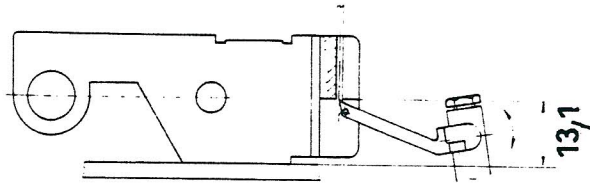

Abb. 7
- Durch Drehen am Handrad die Obergreiferspitze auf die Nadelachse der rechten Nadel und durch Drehen des Obergreifers in der Klemmstelle die Spitze an die Anlagefläche der Lehre stellen. (Abb. 7)